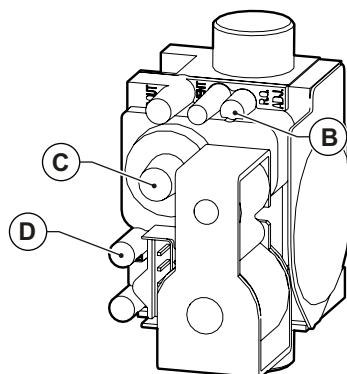

Fig. 35 Reglarea valvei de gaz
- Reglați valoarea dioxidului de carbon (CO₂) din gazele de ardere prin rotirea regulatorului de raport **B** (a se vedea Fig. 35 Reglarea valvei de gaz) și asigurați-vă că reintră în limitele din Tab. 33 Valorile CO₂ din gazele de ardere.
- Verificați dacă valoarea monoxidului de carbon (CO) din gazele arse la putere maximă este sub limita Tab. 33 Valorile CO₂ din gazele de ardere.
- Verificați dacă valoarea monoxidului de carbon (CO) din gazele arse la putere minimă este sub limita Tab. 33 Valorile CO₂ din gazele de ardere.
- Rotiți regulatorul de raport **B** (a se vedea Fig. 35 Reglarea valvei de gaz) pentru a regla valoarea oxigenului (O₂) din gazele de ardere până când aceasta se încadrează în limitele Tab. 34 Valorile de O₂ în gazele de ardere.
- Rotiți regulatorul de offset **C** (a se vedea Fig. 35 Reglarea valvei de gaz) pentru a regla valoarea oxigenului (O₂) din gazele de ardere și presiunea de compensare până când ambele se află în limitele valorilor de Tab. 34 Valorile de O₂ în gazele de ardere.